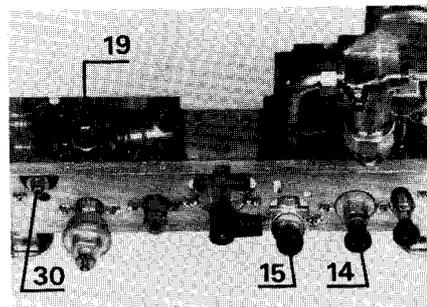

Fig. 20
- Aprire il rubinetto di intercettazione dell'acqua fredda (15) (fig. 20).
2) Riempimento del circuito di riscaldamento (fig. 20)
- Verificare che i due rubinetti, di mandata (14) e ritorno (19) del circuito riscaldamento siano completamente aperti. Controllare che sia aperto anche il rubinetto dell'acqua fredda sanitaria (15).